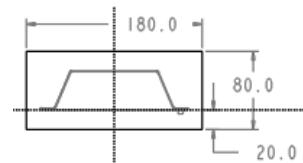

图 12.4 截面草图
(1) 选择命令。单击 **模具** 功能选项卡 **形状** ▾ 区域中的 按钮。
(2) 创建实体拉伸特征。
① 定义草绘截面放置属性。在绘图区中右击，从系统弹出的快捷菜单中选择“**定义内部草绘...**”命令。然后选择 MOLD_FRONT 基准平面作为草绘平面，草绘平面的参考平面为 MOLD_RIGHT 基准平面，方位为**右**，单击**草绘**按钮。至此，系统进入截面草绘环境。
② 进入截面草绘环境后，选取 MOLD_RIGHT 基准平面和 MAIN_PARTING_PLN 基准平面为草绘参考，单击**关闭(C)**按钮，然后绘制图 12.4 所示的截面草图。完成截面草图的绘制后，单击“草绘”操控板中的“确定”按钮√。
③ 选取深度类型并输入深度值。在操控板中选取深度类型□（即“对称”），再在深度文本框中输入深度值 70.0，并按回车键。
④ 完成特征。在“拉伸”操控板中单击√按钮，完成特征的创建。